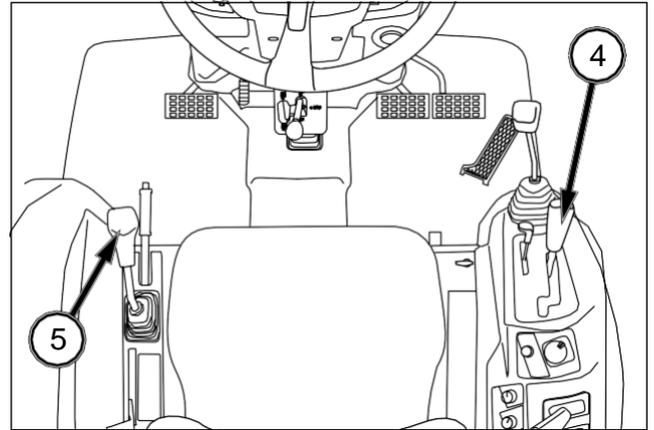

FIG. 89
FIG. 89: La palanca de cambio de velocidad (palanca de cambio principal) (4) ofrece ocho selecciones de velocidad. Esta palanca ofrece cambios de velocidad de desplazamiento más reducidos.